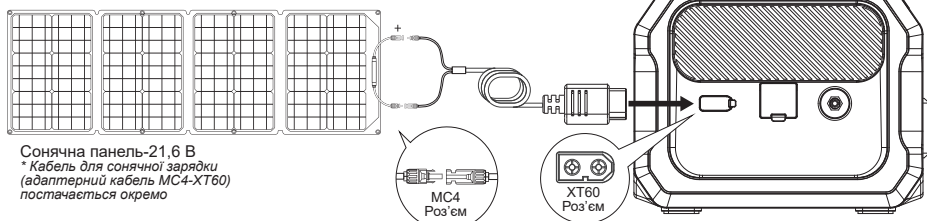

Рис. 1
1. Як показано на Рис. 1, підключіть одну сонячну панель (паралельне підключення декількох сонячних панелей не підтримується) до нашого сонячного зарядного кабелю MC4-XT60 через роз'єм MC4, а потім підключіть роз'єм XT60 сонячного зарядного кабелю до роз'єму XT60 цього виробу для заряджання. Крім того, можна послідовно підключити до 2 сонячних панелей.